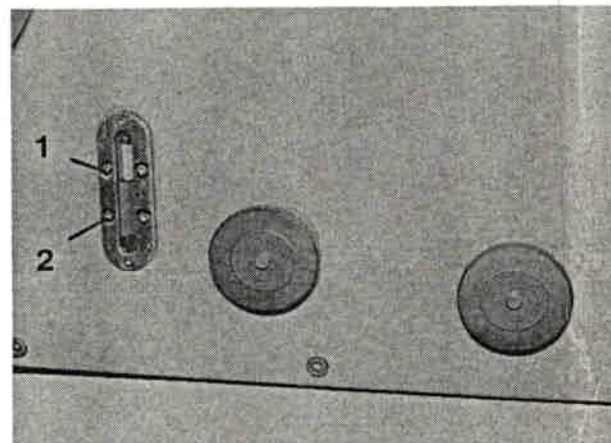

Bild 135
6. Maschine so lange mit Öl befüllen, bis der Ölstand am Schauglas zwischen den Befestigungsschrauben (Bild 135/1+2) steht (Schmierstoff siehe Abschnitt 1.2).